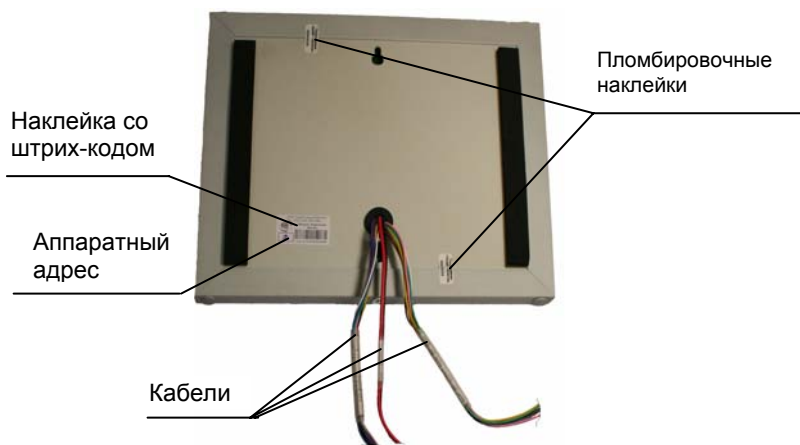

Рисунок 7 – МИ-50 (вид со стороны крепежных отверстий)
- ж) подсоединить кабели МИ-50 (рисунок 7), излишки проводов убрать в стену;
- з) записать аппаратный адрес, указанный на наклейке со штрих-кодом (рисунок 7);
С обратной стороны корпуса МИ-50 расположены гарантийные пломбировочные наклейки для контроля несанкционированного вскрытия (рисунок 7).